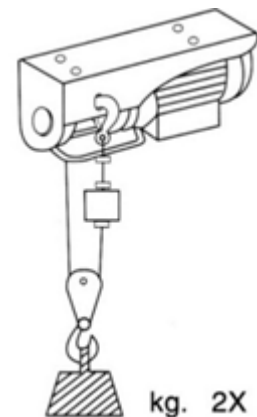

Abb.2
Möglichkeit 2: Sicherung der Belastung mit Hilfe einer Riemenscheibe (doppele Kapazität) (Abb.2)
- Lösen Sie die Bolzen, Unterlegscheiben und Muttern der Riemenscheibe (1, Abb.3) und entfernen Sie den Haken (2, Abb.3). Folgend hängen Sie die Riemenscheibe über das Kabel (3, Abb.3). Platzieren Sie jetzt die Bolzen, Unterlegscheiben und Muttern wieder zurück und sichern Sie diese Handfest. Ziehen Sie jetzt Bolzen und Muttern kräftig fest (Abb.3). **WICHTIGER HINWEIS! Sichern Sie den Kabelhaken an dem Körper des Seilzugs in dem dazu bereits integrierten Auge (Abb.2).**